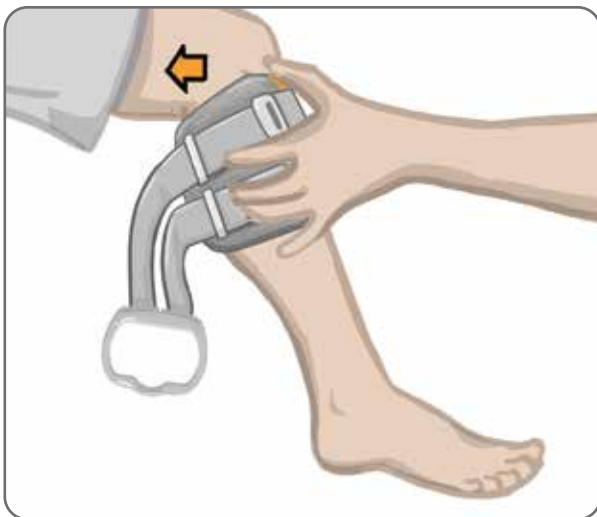

Figure 8-6 : Capture des bases d'électrodes
7. En maintenant la jambièrè ouverte, faites-la pivoter de manière à ce que seul l'avant de la jambièrè soit en contact avec la surface antérieure du tibia. Enroulez ensuite les extrémités de la jambièrè autour de la jambe pour « capturer » les bases d'électrodes. Reportez-vous à la figure 8-6.